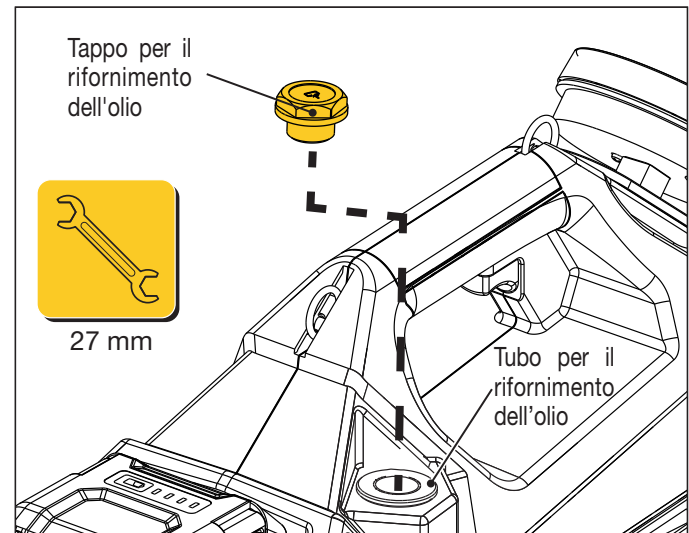

Figura 12: Posizione per il rifornimento dell'olio
1. Con l'interruttore di alimentazione della pompa in posizione ON (I), premere il pulsante di disattivazione del motore  o  sulla pulsantiera per scaricare l'eventuale pressione idraulica residua nel sistema.
4. Rimuovere il tappo per il rifornimento dell'olio dalla relativa apertura. Utilizzare una chiave da 27 mm. Vedere la Figura 12.
1. Con l'interruttore di alimentazione su ON (I), premere il pulsante di spegnimento del motore  o  per scaricare l'eventuale pressione idraulica residua.
3. Rimuovere il tappo per il rifornimento dell'olio dalla relativa apertura. Utilizzare una chiave da 27 mm. Vedere la Figura 12.